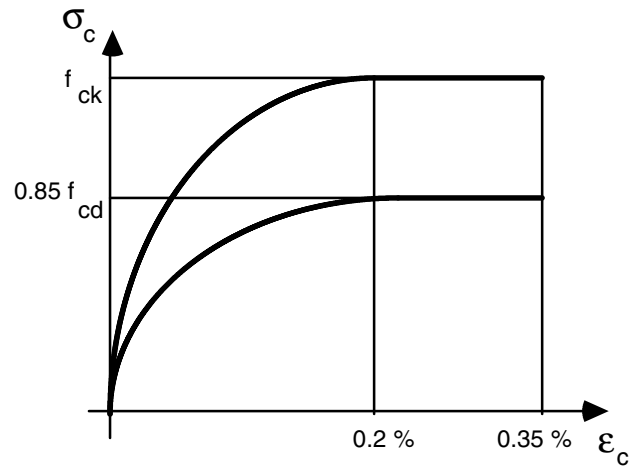

fig. 1 - diagramme tension-déformation pour le béton
- Le calcul du béton est basé sur un diagramme en parabole-rectangle (fig. 1);